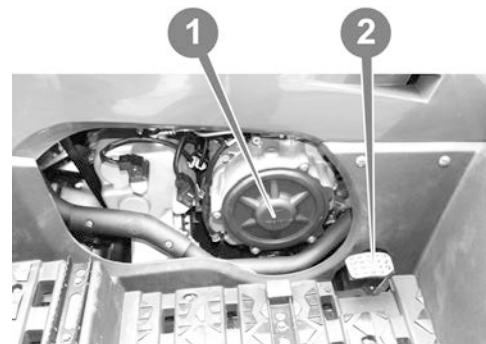

Рисунок 4.2.
Кнопка включения стартера (5) предназначена для запуска двигателя с помощью электростартера. Она срабатывает только при условии, что ключ зажигания повернут в положение «ON» и педаль тормоза (2) (см. рис. 4.2.) находится в зажатом состоянии. Если кнопку отпустить, она автоматически вернется в исходное положение и электростартер выключится.
Для снижения скорости движения, остановки и стоянки квадроцикла используются тормоза. Данный квадроцикл оборудован двумя тормозными системами: основной и вспомогательной дисковыми гидравлическими тормозами с механическим механизмом блокировки задних колес для использования их в качестве стояночных тормозов. Управление тормозами осуществляется с помощью ножной педали (2) (см. рис. 4.2.) и рычагов на руле квадроцикла (см. рис. 3.5. и рис. 3.6.).
Основное торможение осуществляется педалью тормоза квадроцикла (2) (см. рис. 4.2.), расположенной справа внизу возле полка рядом с двигателем (1).